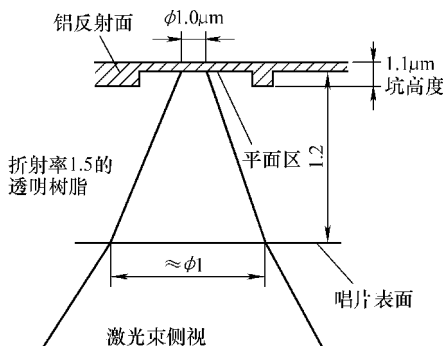

图 10-33 CD 唱机工作原理
2) 工作原理。CD 数字信号以凹坑或镜面的形式记录于唱片，重放时，激光拾音器从唱片上拾取信号。激光拾音器向唱片发射的激光束穿过透明的片基后聚焦于信息面，原直径为 1mm 的激光束经片基折射到达信息面，变成直径为 $1\mu\text{m}$ 的光点，如图 10-33 所示。然后再由唱片反射层反射回来，通过检测反射光的强弱，读取唱片上记录的数字信号。